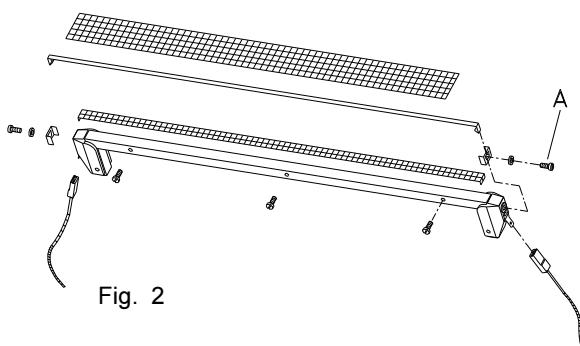

Fig. 2
6. Quando la copertura di PTFE della barra saldante si è usurata o la resistenza si è bruciata, devono essere sostituite. Svitare le quattro viti delle barre saldanti ed estrarla dalla macchina dopo aver staccato le due prese lamellari all'estremità della stessa. Rimuovere ora il vecchio PTFE e sostituirlo con uno nuovo. Nel caso la resistenza si sia bruciata, toglierla svitando le due viti (fig. 2, A). Controllare in questo caso anche il PTFE adesivo sotioresistenza. Se risulta danneggiato, toglierlo e sostituirlo con uno nuovo, dopo aver pulito la barra saldante. Montare ora la nuova resistenza e fissarla mediante le due viti (fig. 2, A).
6. Quando a cobertura de tela de "PTFE" ou a resistência na barra de soldagem estiverem danificadas deverão ser substituídas. Desaperte os parafusos e retire de soldagem da máquina. Desmonte as duas peças onde liga a resistência desligando a barra de soldagem da máquina. Substitua a tela velha danificada. Se a resistência estiver também inutilizada desaperte os parafusos fixação e proceda também à sua substituição (Fig. 2, A). Substitua também a tela de "PTFE" adesiva que esta por baixo da resistência, depois de limpar a barra.
ATENÇÃO: A resistência deve ficar bem esticada com os parafusos respectivos (Fig. 2, A) e nunca entrar em contacto com a barra de soldagem. Depois coloque a nova tela de "PTFE" cobrindo a resistência na barra de soldagem já reparada e aperte os parafusos de fixação.
6. Når PTFEen som ligger over svejsetråden (overPTFE) er brændt (brun) eller svejsetråden er beskadiget skal denne (disse) skiftes. Løsn de 4 skruer på siden af svejsebarren og løsn de 2 ledninger for enden af svejsebarren og fjern så svejsebarren fra maskinen. Fjern den gamle PTFE. Er der behov for at udskifte svejsetråden, så løsn de to skruer (fig. 2, A). Ved udskiftning af svejsetråden bør PTFEen som ligger under svejsetråden (underPTFE) ogsåudskiftes. Svejsebarren skal rengøres, for at den selvklæbende underPTFE kan limes til svejsebarren. Montér nu den nye svejsetråd og fastgør denne med de to skruer (fig. 2, A)
Lossa de fyra skruvarna på svetsbacken och lyft ut backen från kontakt med svetsbacken. Riv nu loss PTFEväven och kolla därefter om svetsbandet är bränt. Om så är fallet lossas båda skruvarna (fig. 2, A) och svetsbandet samt det underliggande PTFEet tas bort och metallbacken rengörs.
Sätt på ny PTFEväv (undere) och fäst det nya svetsbandet enligt (fig. 2, A).
6. Når PTFEduken over sveiseelementet blir brent eller slitt og/eller hetebåndet er brent, må det skiftes: De fire skruene i sveiseelementet skrues ut og sveiseelementet kan nå løftes opp. Ledningene i hver ende av sveiseelementet koples fra. Den gamle PTFEduken fjernes. Dersom hetebåndet er brent, fjernes denne ved å skru løs de to festeskruene (fig. 2, A). Ta deretter bort PTFEduken som ligger under hetebåndet. Rengjør sveisebakken og kleb ny PTFEduk under hetebånd. Nytt hetebånd skrues fast (fig. 2, A).